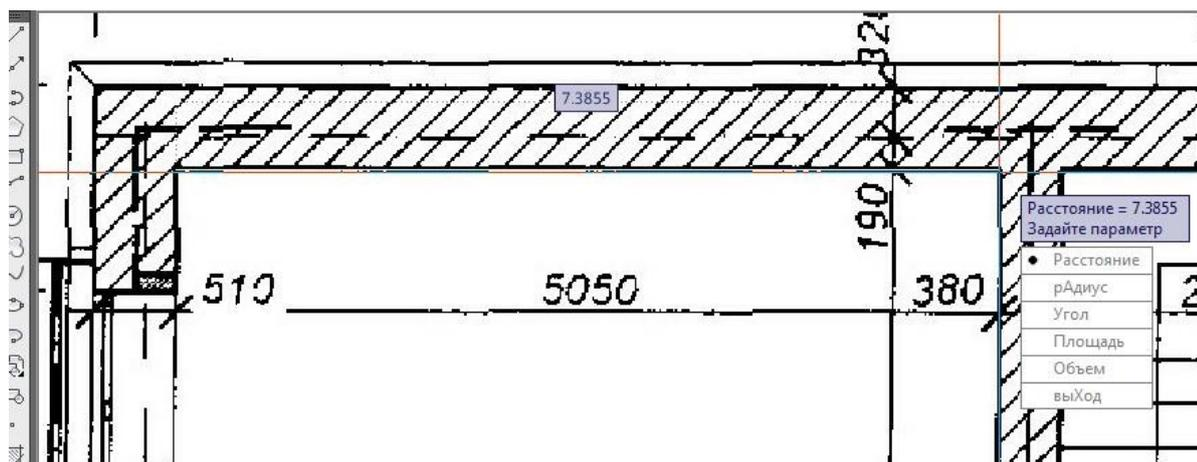

Рисунок 6.4. Измерение расстояния отрезка.
►ставим первую точку в начало измеряемого отрезка ►вторую – в окончании отрезка, получаем значение 7.3855мм, см. Рисунок 6.4.